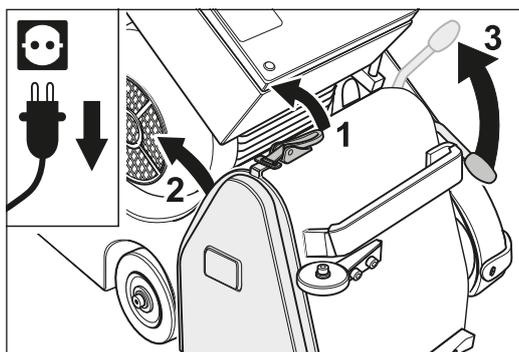

Fig. 11 Antes del cambio, debe destensarse la cinta de lijado: Retirar la chapa protectora y subir la palanca de mando.
- 3 Desmonte la chapa protectora (Fig. 11).
- 4 Para destensar la cinta de lijado, tirar hacia arriba de la palanca opuesta, con lo cual se bajará el rodillo tensor (Fig. 11).